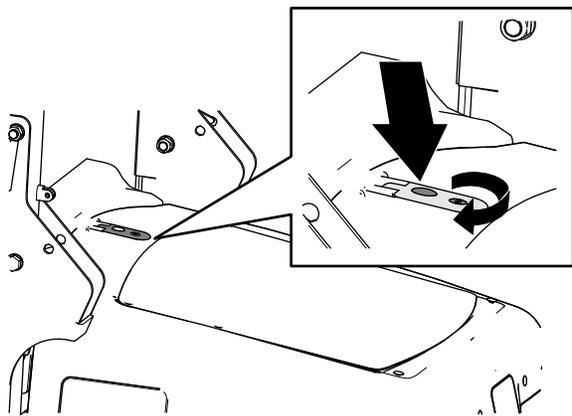

図 2
1. フードのロックにフードキーを差し込んでロックを左に90°回す(図 2)。
2. フードラッチのボタンを押して、フードラッチを解除する(図 2)。